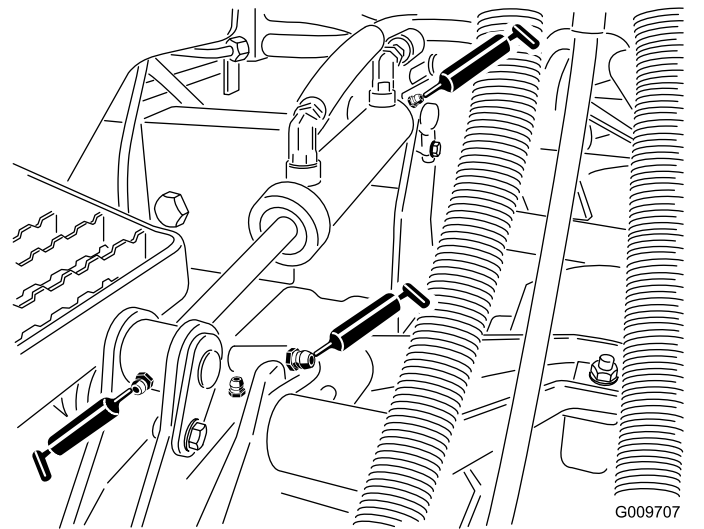

Figure 41
- Bagues de bras de levage (1 par unité de coupe), comme montré à la Figure 41
- Bagues de vérin de levage (2 par unité de coupe), comme montré à la Figure 41